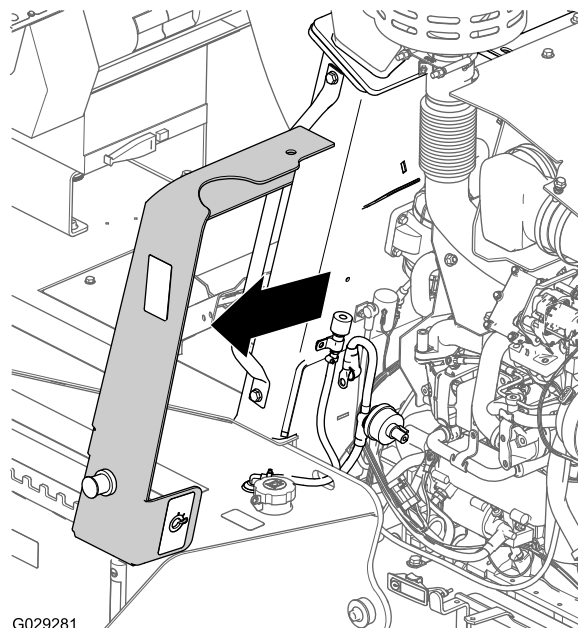

Figura 6
3. Remova o painel direito do capô (Figura 6).